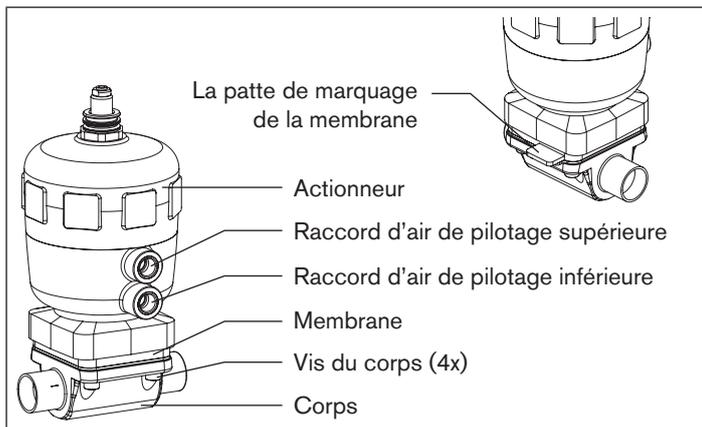

Fig. 18 : Maintenance
La patte de marquage de la membrane doit être perpendiculaire au sens du débit (voir « Fig. 18 »).
- Appliquer de l'air comprimé (5 bars) au raccord d'air de pilotage supérieure (voir « Fig. 18 »).